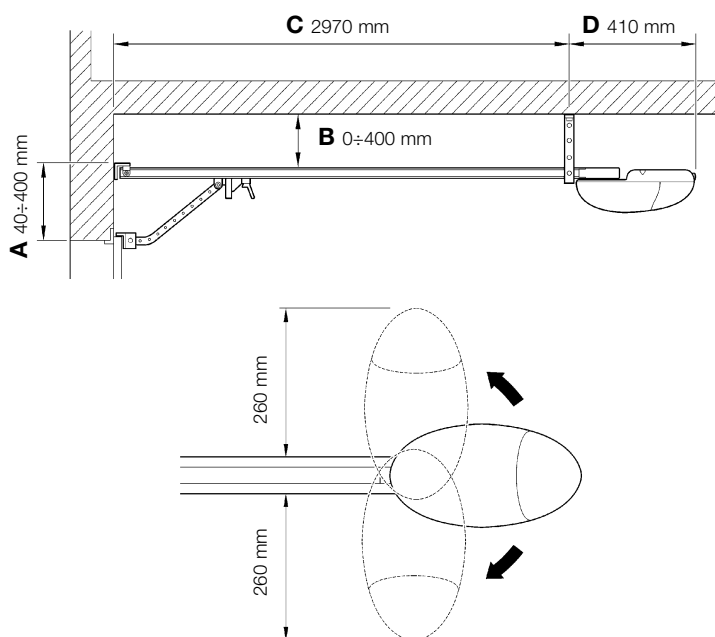
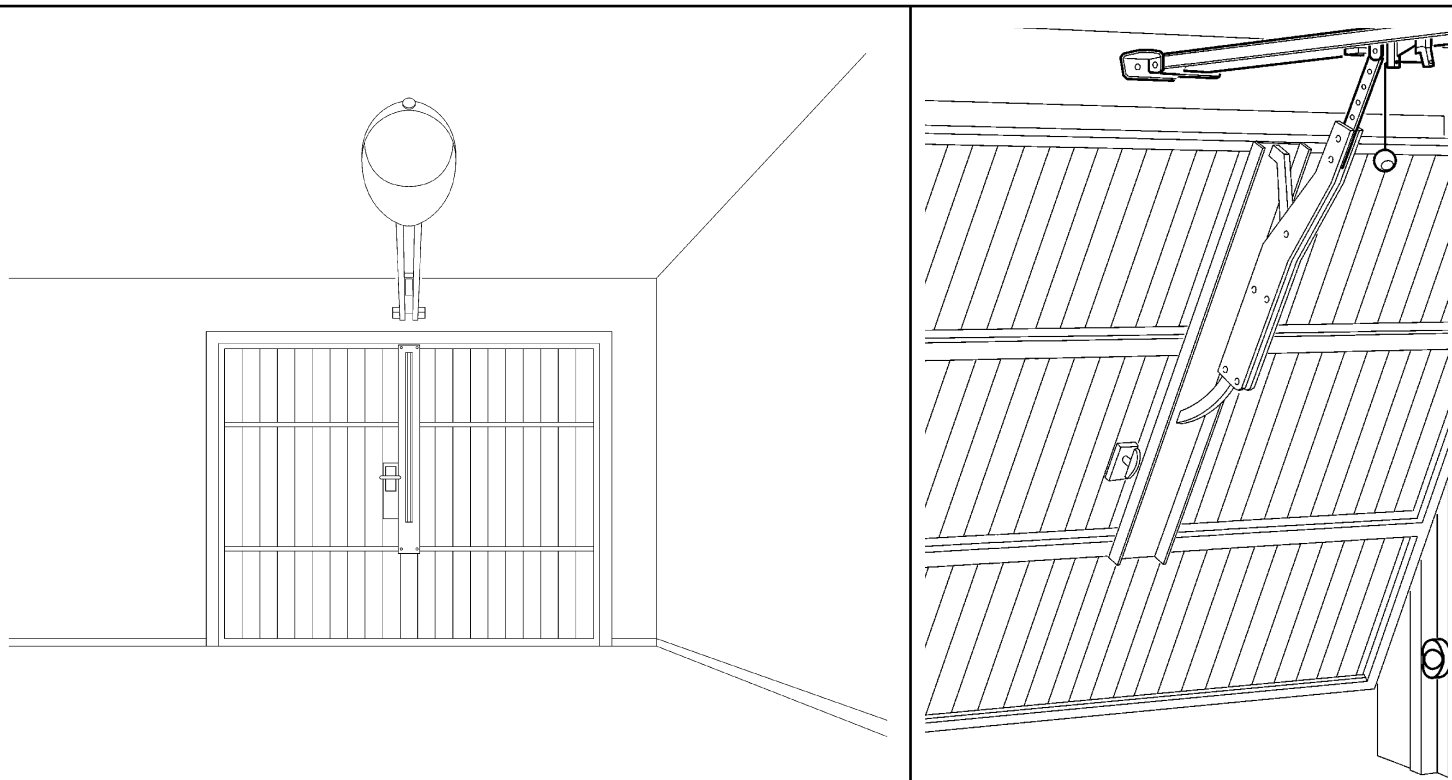
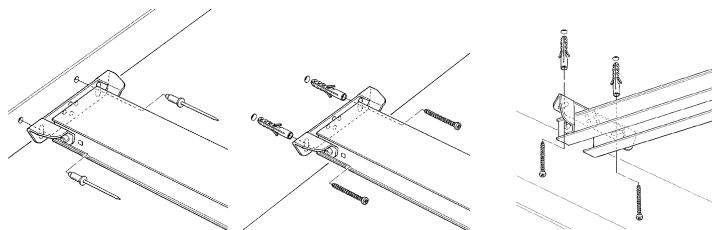

Figura 8
Figura 11
Figura 26
- Controlar que haya los espacios mínimos y máximos indicados en la Figura 8.
• Se aconseja fijar el motorreductor en correspondencia del centro de la puerta pero se admite una ligera diferencia. Por ejemplo, para montar el BRAZO OSCILANTE del lado de la manilla (Figura 11).
Si la puerta que se ha de motorizar es basculante con contrapesos o de muelles, es necesario instalar el BRAZO OSCILANTE que podrá montarse al lado de la manilla (Figura 11).
**1** Respetando las medidas A, B y C de la Figura 8, marque el centro de la puerta (o ligeramente hacia un lado, tal como indicado en la Figura 11) los 2 puntos de fijación del estribo delantero de la guía.
De acuerdo con el tipo de material, el estribo delantero puede fijarse con remaches, tacos o tornillos (Figura 26). Si las medidas A, B y C (figura 8) lo permiten, el estribo puede fijarse directamente al techo.
**3** Fije los estribos [L] por medio de los tornillos [M] y las tuercas [H], eligiendo el agujero que permita respetar la cota B (véase la figura 8).